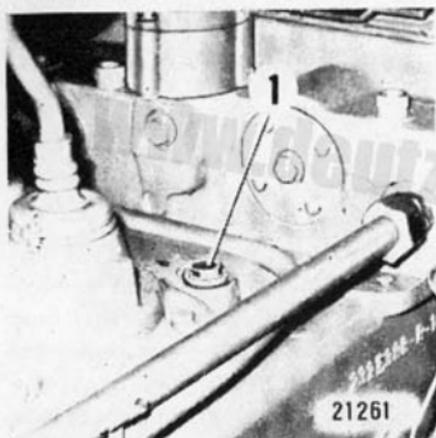

Bild 70
Zum Ölwechsel Ab-lab-schrauben (Pfeile) herausdrehen. Das Triebwerk soll betriebswarm sein. Nach Ablauf des Öles beide Schrauben wieder eindrehen (auf Dichtringe achten) und Frischöl durch die Bohrung ① für den Meßstab einfüllen (Bild 70).